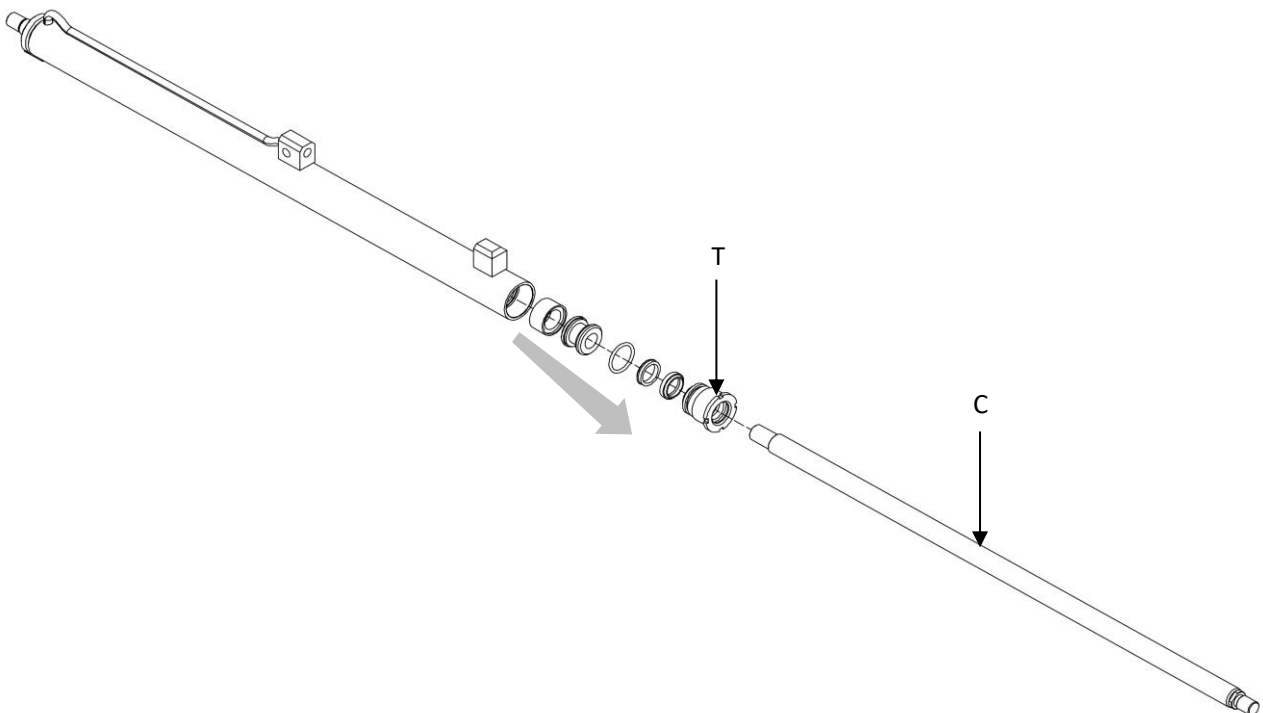

Figure 32
8. Se référer à la *Figure 32*.